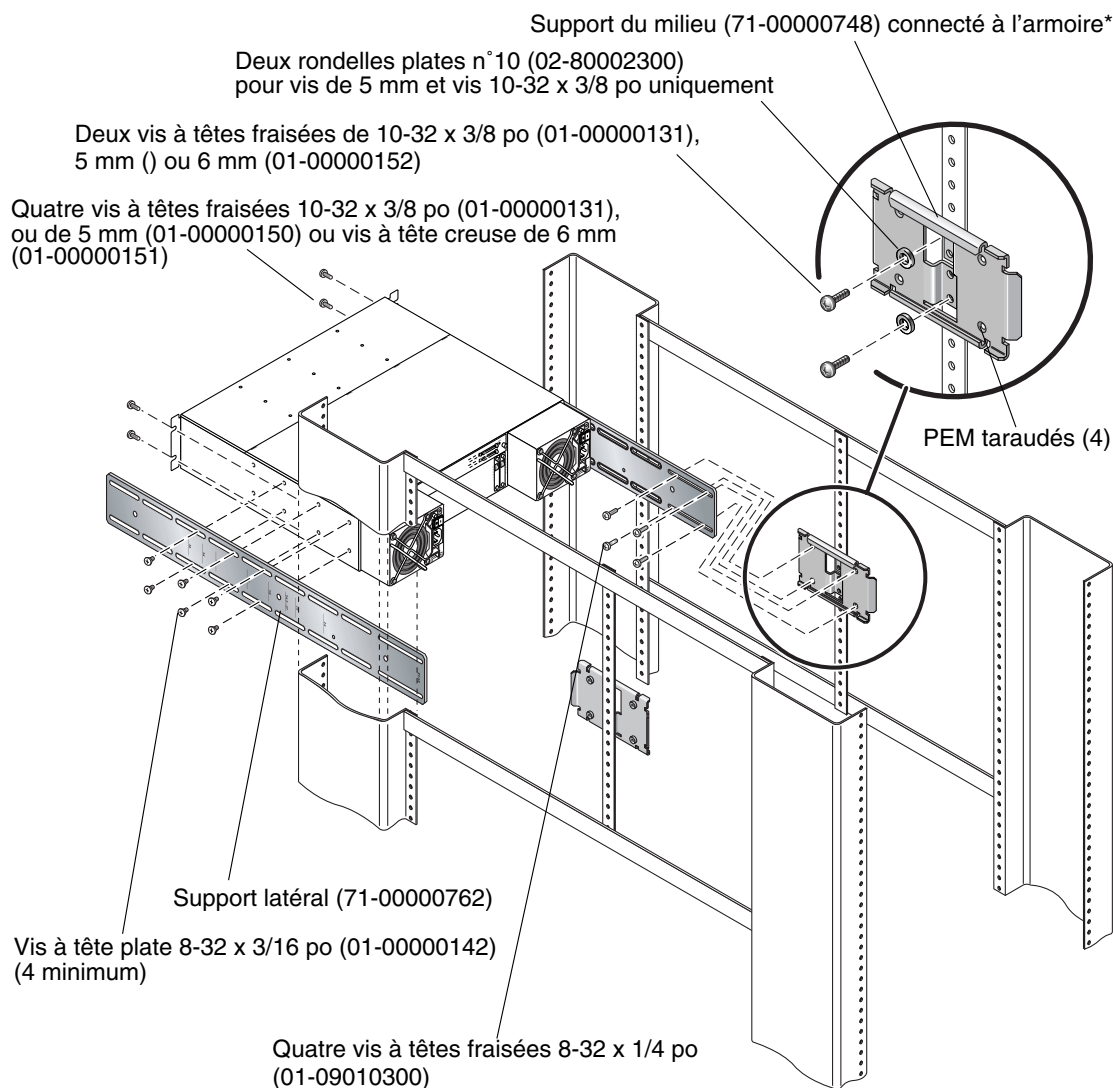

FIGURE 2-9 Montage en coffret à l'aide des supports du milieu
- a. Faites passer au moins deux vis par les fentes du support latéral et les trous du support du milieu (voir FIGURE 2-9).